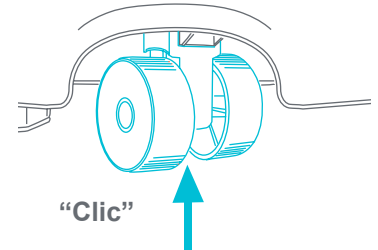

Fig. 8b
- Tire de la rueda hacia arriba hasta que haga clic en la base (Fig. 8b). Repita por el otro lado.